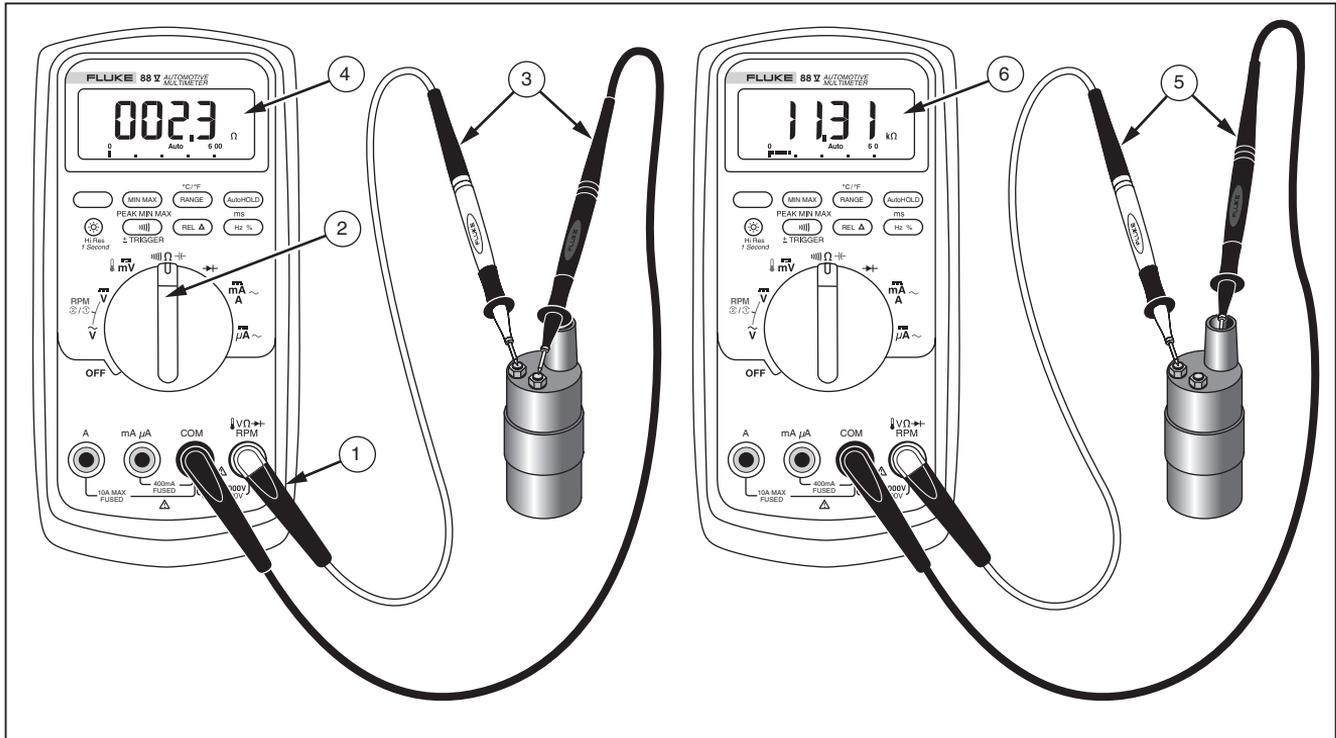

Abbildung 11. Messen des internen Widerstands einer Zündspule
1. Die Messleitungen gemäß Abbildung 11 in die Eingangsanschlüsse einführen.